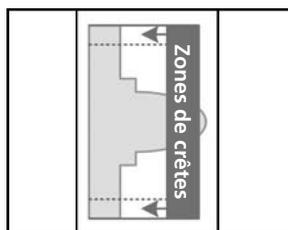

Figure 3 : Choix d'un profil de couleur pour l'amplitude QRS
- Enregistrer les signaux d'ECG dans au moins deux positions : (1) décubitus dorsal ; (2) debout.
- Sur l'outil de sélection de patient, sélectionner le profil de couleur correspondant le mieux à l'amplitude du complexe QRS choisi à l'étape 4. La crête QRS doit entrer dans la fenêtre délimitée par le trait pointillé et la crête du profil de couleur (figure 3). Dans le cas de signaux biphasiques, la plus grande crête doit être utilisée pour choisir le profil approprié.